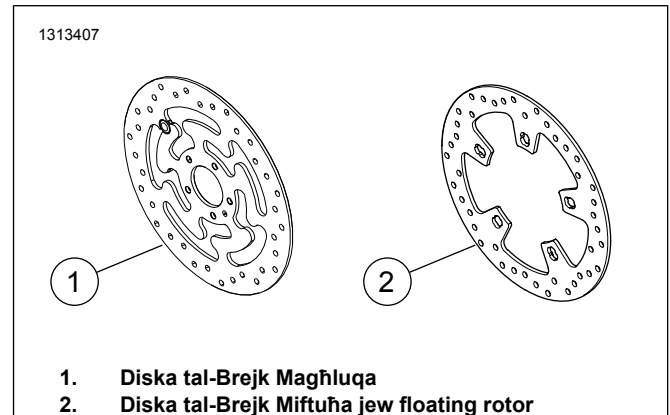

Figura 1. Stil tad-Diska tal-Brejġ ta' Quddiem
- Viti tad-Diska tal-Brejġ (Ara Figura 1 u Tabella 1 .)